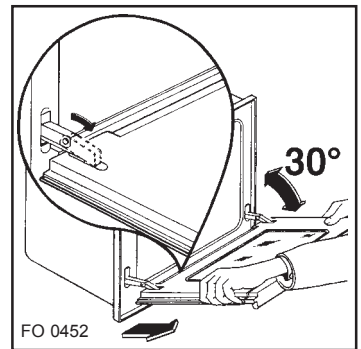

Fig. 6
- refermez la porte de façon à lui faire toucher les languettes, pousser de nouveau la porte comme si vous vouliez la fermer et tirez-la vers l'extérieur en l'enlevant de son support (Fig. 6);